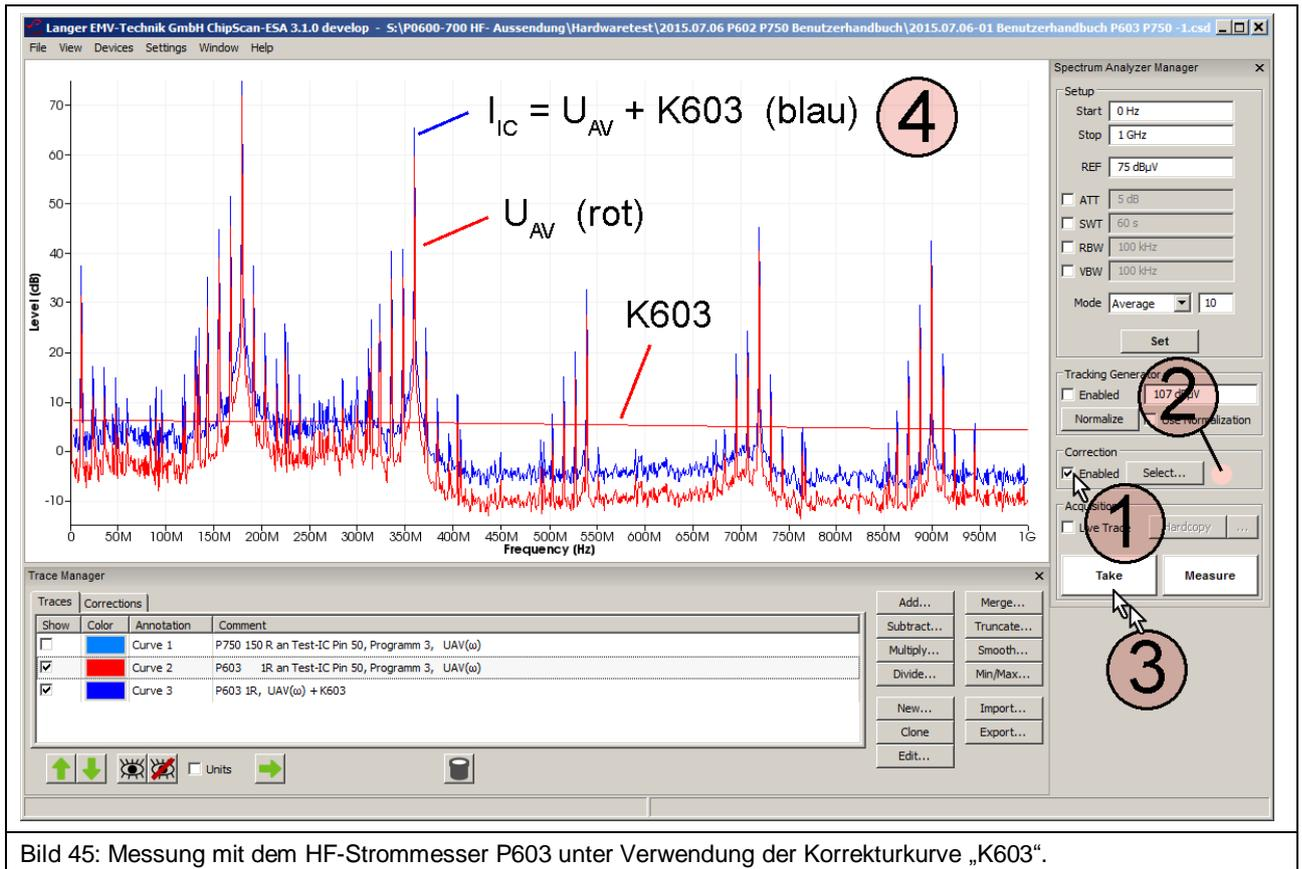

Bild 45: Messung mit dem HF-Strommesser P603 unter Verwendung der Korrekturkurve „K603“.
Wenn mit der Probe **P603** gemessen wird, wird im „Corrections Selector“ die Korrekturkurve „K603“ geladen. Im „Spectrum Analyzer Manager“ wird im Feld „Correction“ die Box „Enabled“ mit dem Mauszeiger ① (**Bild 45**) aktiviert. Wenn die Korrektur aktiv ist, blinkt das Feld ② (**Bild 45**). Mit „Take“ oder „Measure“ (Mauszeiger ③ **Bild 45**) wird die aktuelle Messkurve ④  $I_{IC}(\omega)$  aus dem Spektrumanalysator auf den PC übertragen. Dabei wird die Berechnung  $I_{IC}(\omega) = U_{AV}(\omega) + K603$  automatisch ausgeführt. In der Liste „Traces“ des „Trace Managers“ wird die Kurve  $I_{IC}(\omega)$  am unteren Ende der Liste eingetragen. Ein Messprotokoll kann im Freitextfeld unter „Comment“ geführt werden.